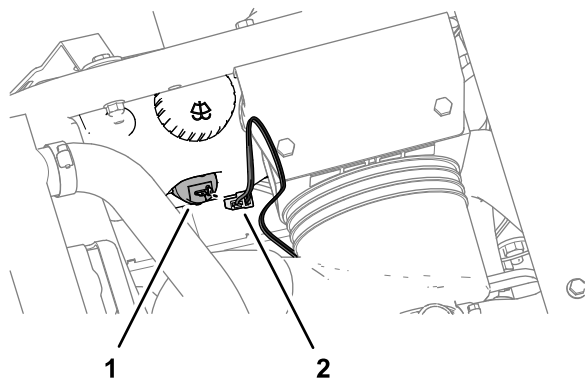

**Figura 9**
4. Enrute los 2 terminales de anillo hacia las pinzas de los cables de la batería (Figura 9).